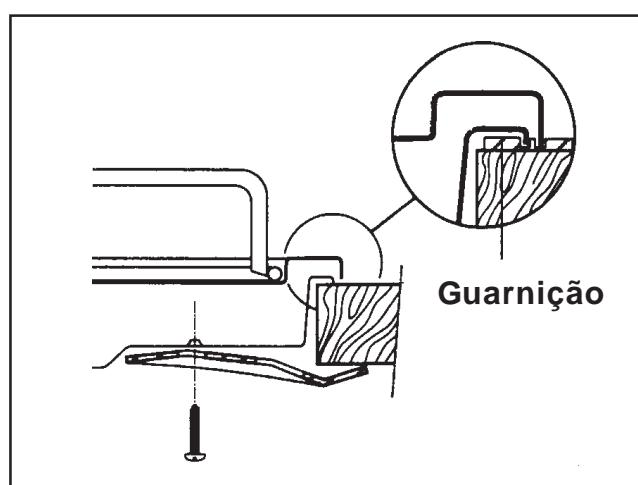

Fig. 11
- 3. Fixar a placa no móvel com os encaixados próprios (Fig. 11)